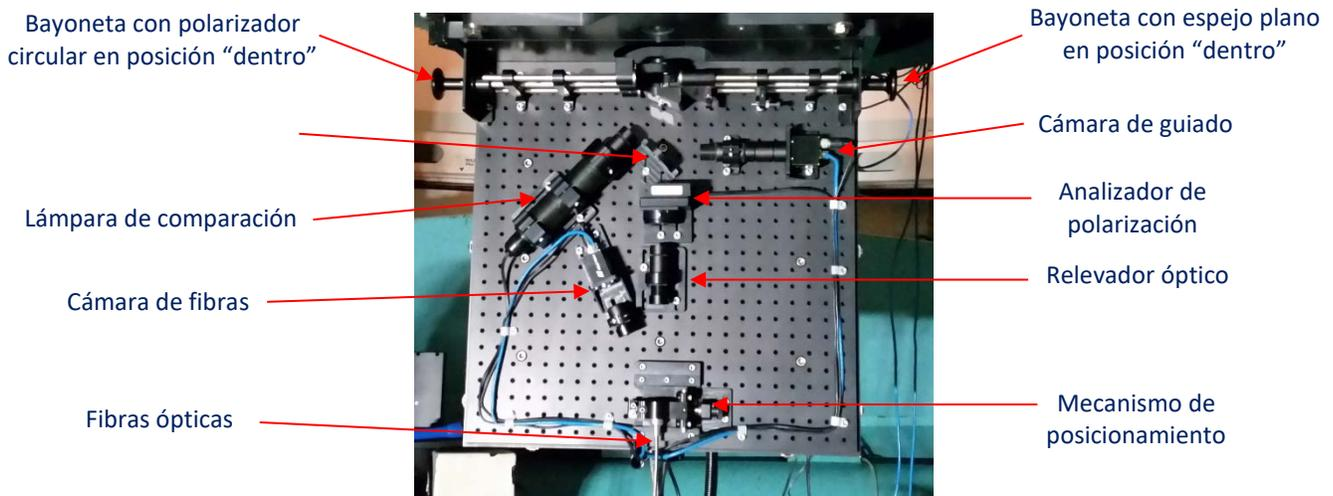

Figura 2. Módulo Polarimétrico, el eje óptico está en posición vertical, la propagación de la luz es en sentido descendente.
Como parte del sistema de acondicionamiento inicial y caracterización, este módulo incluye una lámpara de comparación y dos cámaras (Prosilica GC650), una funcionando como cámara de guiado para el telescopio (monitoreando la imagen en el espejo con “pinhole”) y la otra para verificar el acoplamiento de las imágenes de la estrella a la entrada de las fibras ópticas; esta última permite asegurar que la luz se acople eficientemente, maximizando el flujo que se propaga en las fibras. Adicionalmente, se incluyen dos bayonetas retráctiles de dos posiciones (“dentro” y “fuera”), una con un espejo plano para reflejar la luz de la lámpara de comparación hacia el eje óptico y la otra con un polarizador circular que permite polarizar la luz de alguna estrella y medir los ejes de la placa retardadora en función de su posición con la placa de Savart. Es IMPORTANTE mencionar que ambas bayonetas deben ser colocadas en su posición “fuera” para operación normal, es decir, para poder realizar espectro-polarimetría de algún objeto celeste. Ver figura 2.
El Módulo Polarimétrico de FICUS se instala a la platina giratoria del telescopio de 2.1 m mediante 4 tornillos que ya se encuentran colocados en el módulo, uno en cada esquina. Para el correcto funcionamiento del guiador del instrumento (ver cámara de guiado, figura 2), el módulo, debe
1. Colocar la bayoneta del espejo en posición dentro (ver figura 2).
1. Colocar las bayonetas del espejo y del polarizador en posición fuera (ver figura 2).